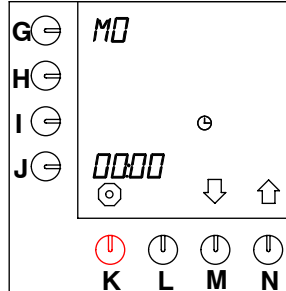

Fig. 42 Fecha y hora actual
- Mantenga apretada la tecla de programación (N.)↑ hasta que en el display aparezca fig. 42 . (Fecha y hora actual)
- El display muestra intermitentemente el ajuste de la hora junto a la tecla de programación, ver fig. 42 .